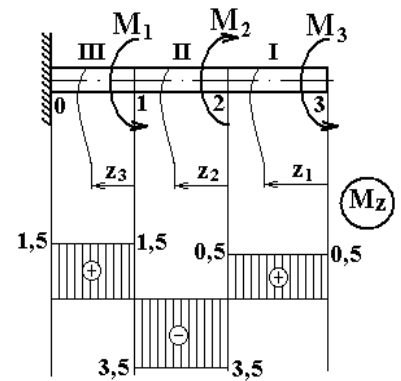

Рис. 3.3.
1. Покажем расчётную схему (рис. 3.3). Реакцию в заделке определять не нужно, поскольку, используя метод сечений, можно при движении справа налево постоянно отбрасывать левую часть. Вал имеет три силовых участка. Рассмотрим равновесие каждого из этих участков.
2. Как видно из эпюры (рис. 3.3), по абсолютной величине максимальным является момент на *II* участке: $M_{\max} = 3,5$ кН·м. По этому моменту будем рассчитывать диаметр вала по формуле [2]: